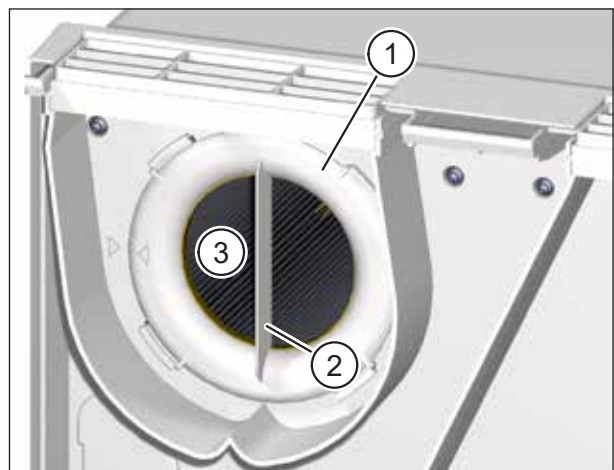

Abb. 16: Abluftfilter entfernen
- ▶ Drehen Sie den Filterring (Pos. 1 in Abb. 16) an der Griffleiste (Pos. 2 in Abb. 16) gegen den Uhrzeigersinn, bis sich der Filterring aus den Halterungen gelöst hat.
- ▶ Ziehen Sie den Filterring zusammen mit dem Abluftfilter (Pos. 3 in Abb. 16) aus dem Lüftungsgerät heraus.
- ▶ Kontrollieren Sie die Position des Filterrings. Die Griffleiste muss senkrecht stehen und der Pfeil auf dem Filterring muss mit dem Pfeil der Arretierposition fluchten (siehe Abb. 16 auf Seite 33).